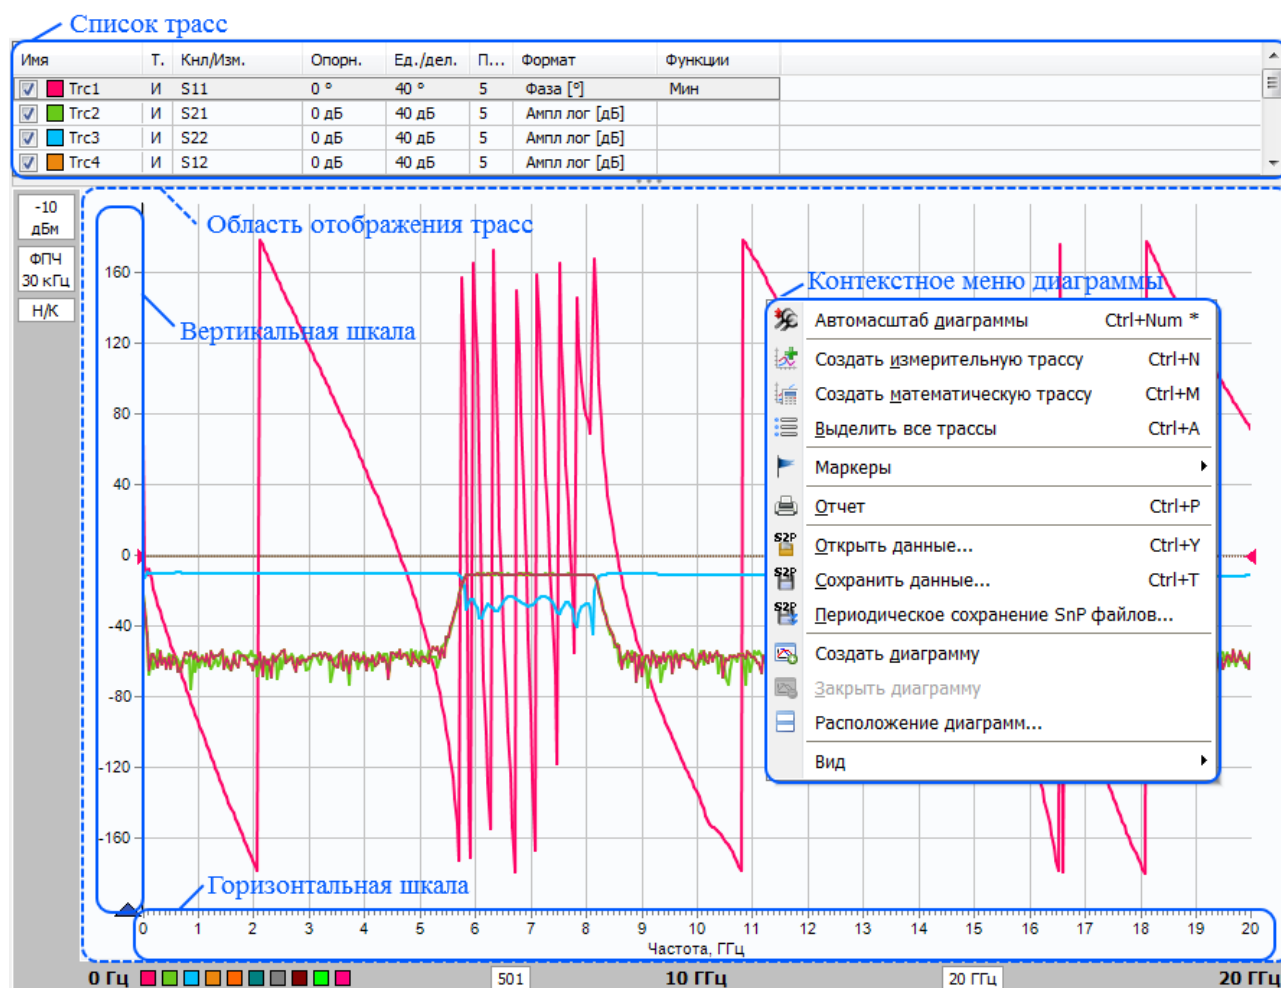

Рисунок 2.9 – Диаграмма и её контекстное меню
**Диаграмма** – дублирует контекстное меню активной диаграммы (рисунок 2.9).